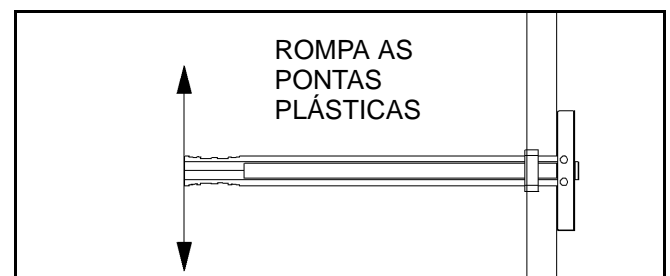

Figura 12.
6. Separe as pontas dos dedos de aperto, para romper as pontas plásticas de forma nivelada com o anel de plástico da âncora (consulte a figura 12).